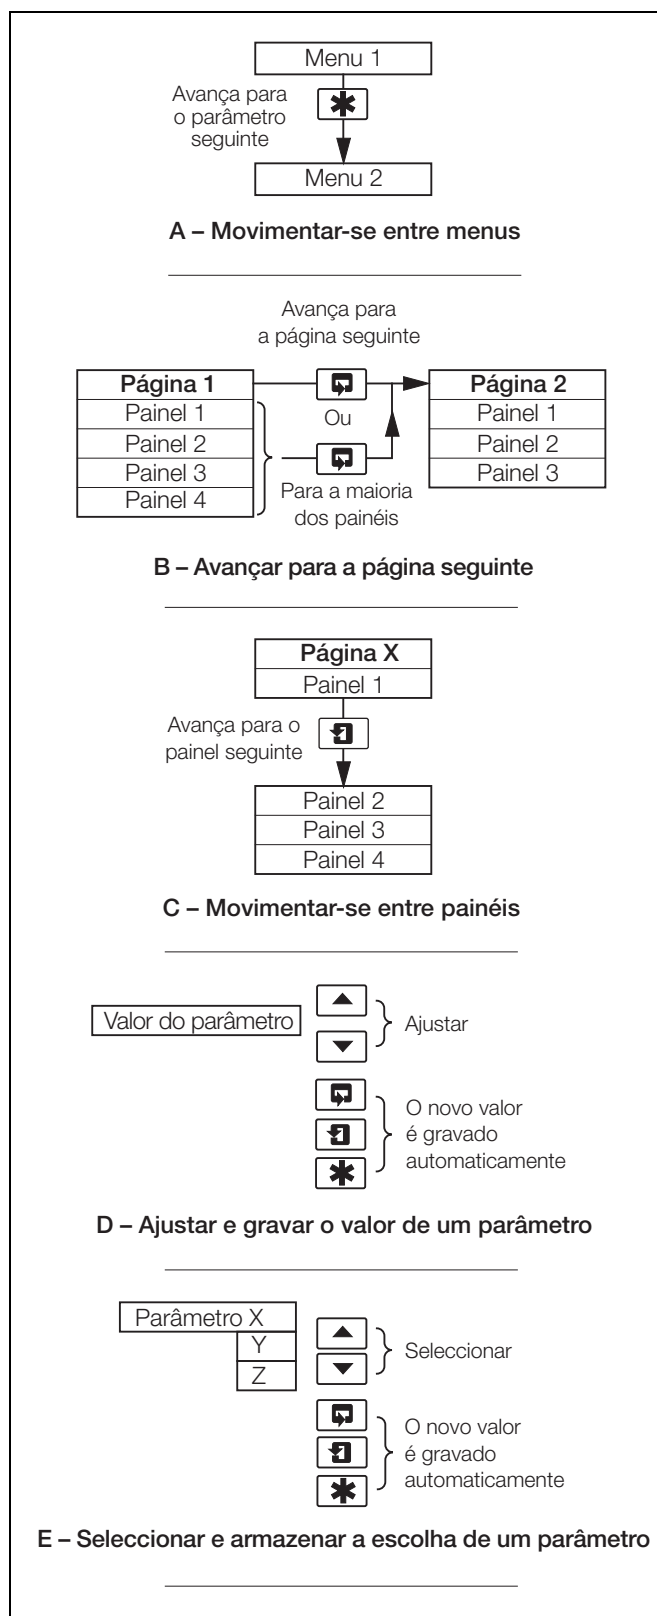

Fig. 2.2 Funções dos botões de membrana
2.2.1 Funções dos botões de membrana – Fig. 2.2